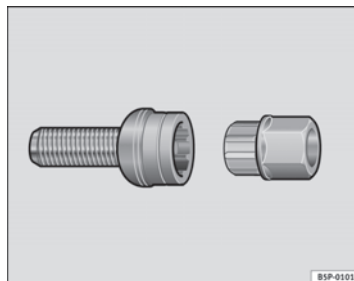

Fig. 139 Tornillo antirrobo de la rueda
- Coloque el adaptador hasta el tope en el tornillo antirrobo de la rueda ⇒ fig. 139.